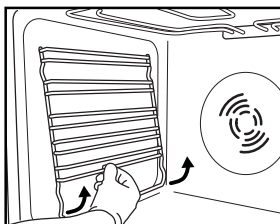

Fig. 3
1. Снимите боковые решетки, на которые устанавливаются принадлежности (Рис. 3).